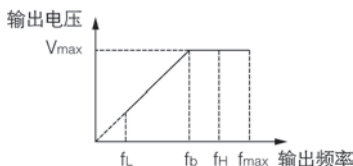

图 F0-1 电压与频率示意图
最大输出频率是变频器允许输出的最高频率，是加减速时间设定的基准，如下图所示的 f_{max} ；基本运行频率是变频器输出最高电压时对应的最小频率，一般是电机的额定频率，如下图所示的 f_b ；最大输出电压 V_{max} 是变频器输出基本运行频率时，对应的输出电压，一般是电机的额定电压；如下图所示的 V_{max} ； f_H 、 f_L 分别定义为上限频率和下限频率，如图 F0-1 所示：
- ◇ 最大输出频率、上限频率、下限频率的关系如上图 F0-1 所示，设置时请注意大小顺序；